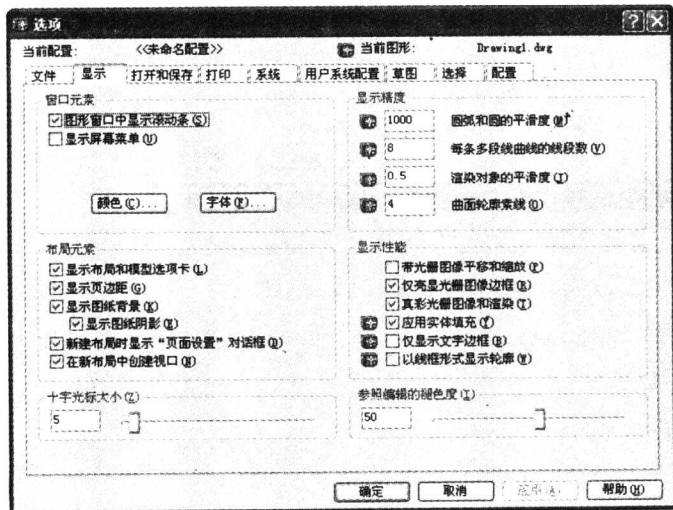

图 1.7 【选项】对话框
- 选择右边有省略号的菜单项, 将弹出一个对话框。例如选择【工具】菜单的【选项】命令, 将弹出【选项】对话框, 如图 1.7 所示。